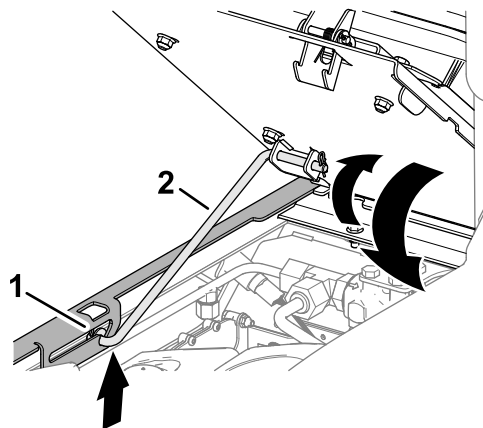

Figure 109
1. Faites légèrement pivoter le siège et sortez la béquille du cran dans la fente de blocage du support du siège (Figure 109).